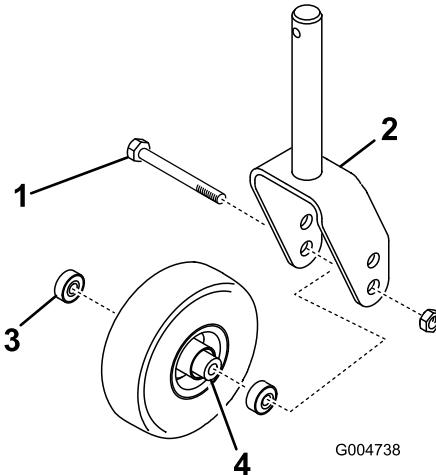
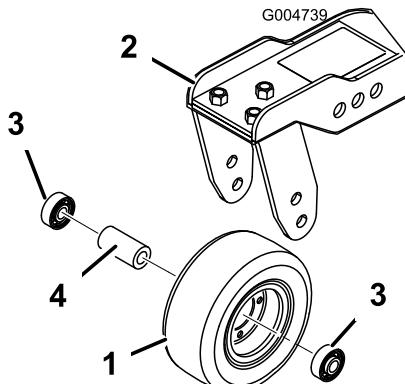

Bild 78
Bild 79
1. Entfernen Sie die Sicherungsmutter von der Schraube, mit denen das Laufrad in der Mitte der Laufradgabel (Bild 78) oder am Laufragelenkarm (Bild 79) befestigt ist. Halten Sie das Laufrad fest und schieben die Schraube aus der Gabel oder vom Gelenkarm ab.
2. Entfernen Sie das Lager aus der Radnabe und lassen das Lagerdistanzstück herausfallen (Bild 78 und Bild 79). Entfernen Sie das Lager aus der gegenüberliegenden Seite der Radnabe.